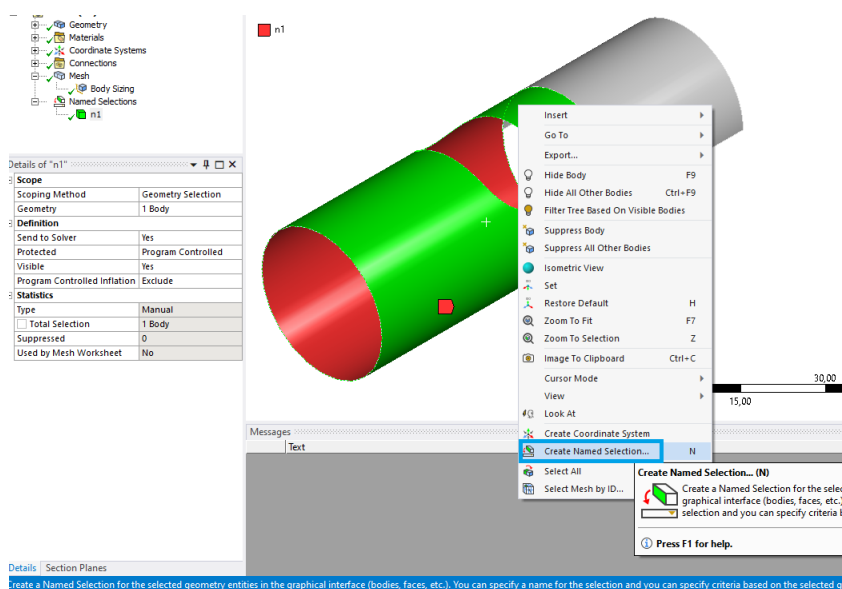

Рис. 22. Присвоение сегменту имени
15.6. Зададим имена для каждого сегмента. Нажимаем ПКМ на каждый из них и выбираем **Create Named Selection...**  (рис. 22).